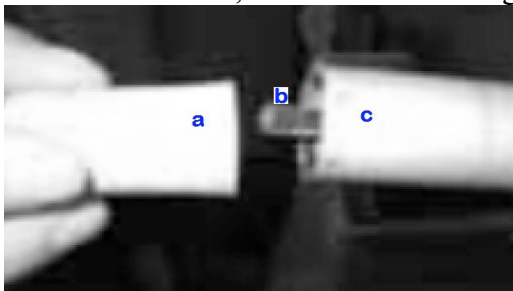

Fig.BC2
4.1- Tête d'accessoire (Fig.BC2)